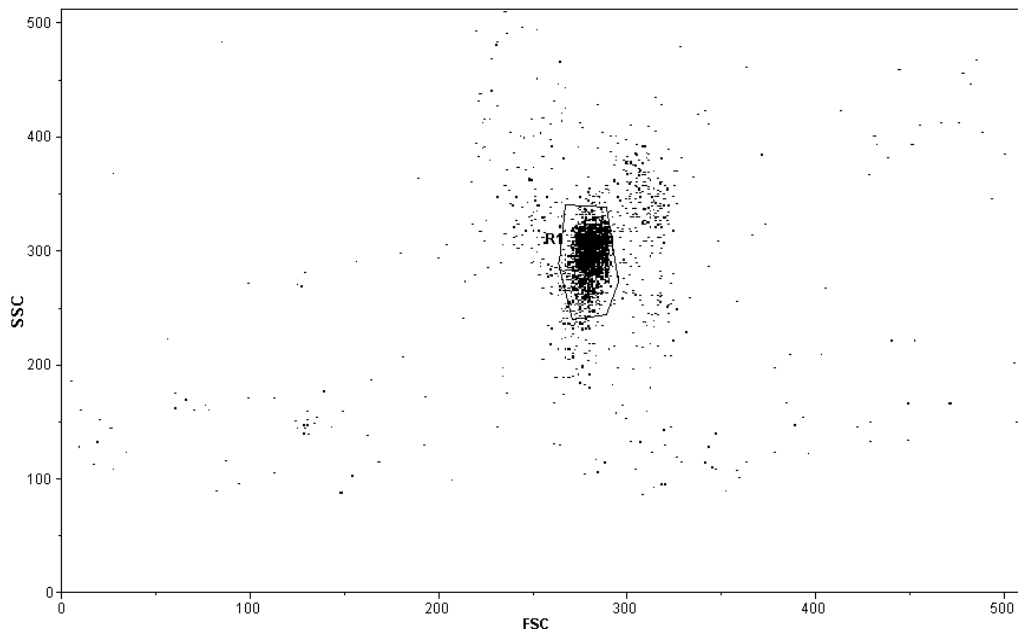

Figure 1. Dispersion avant versus dispersion de côté des perles témoin. Le passage est réglé pour prélever les singulets de perles.
6. À l'aide d'une dispersion avant et de côté, établir un passage sur les singulets de perles (cf. Figure 1).
L'analyse des résultats est confinée au singulets de perles sur le passage et qui ne contiennent aucun débris, comme défini sur la région pointillée de dispersion avant versus dispersion de côté (cf. Figure 1).